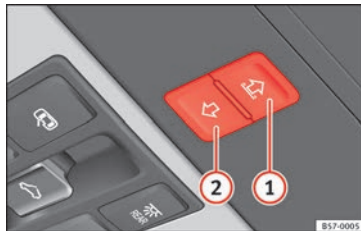

Fig. 141 En el revestimiento interior del techo: teclas de la cortinilla parasol.
Las teclas **» fig. 141 ① y ②** tienen dos niveles. En el primer nivel se puede abrir o cerrar la cortinilla parasol total o parcialmente.
- *Cortinilla parasol:* antes de que transcurran aprox. 5 segundos desde la activación de la función antiaprisionamiento, pulse la tecla » **fig. 141**  hasta que la cortinilla se cierre completamente.